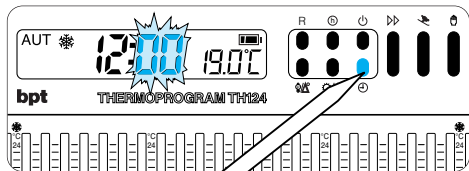

Fig. 15
**5.1** - Premere il pulsante ⊖ (fig. 15).